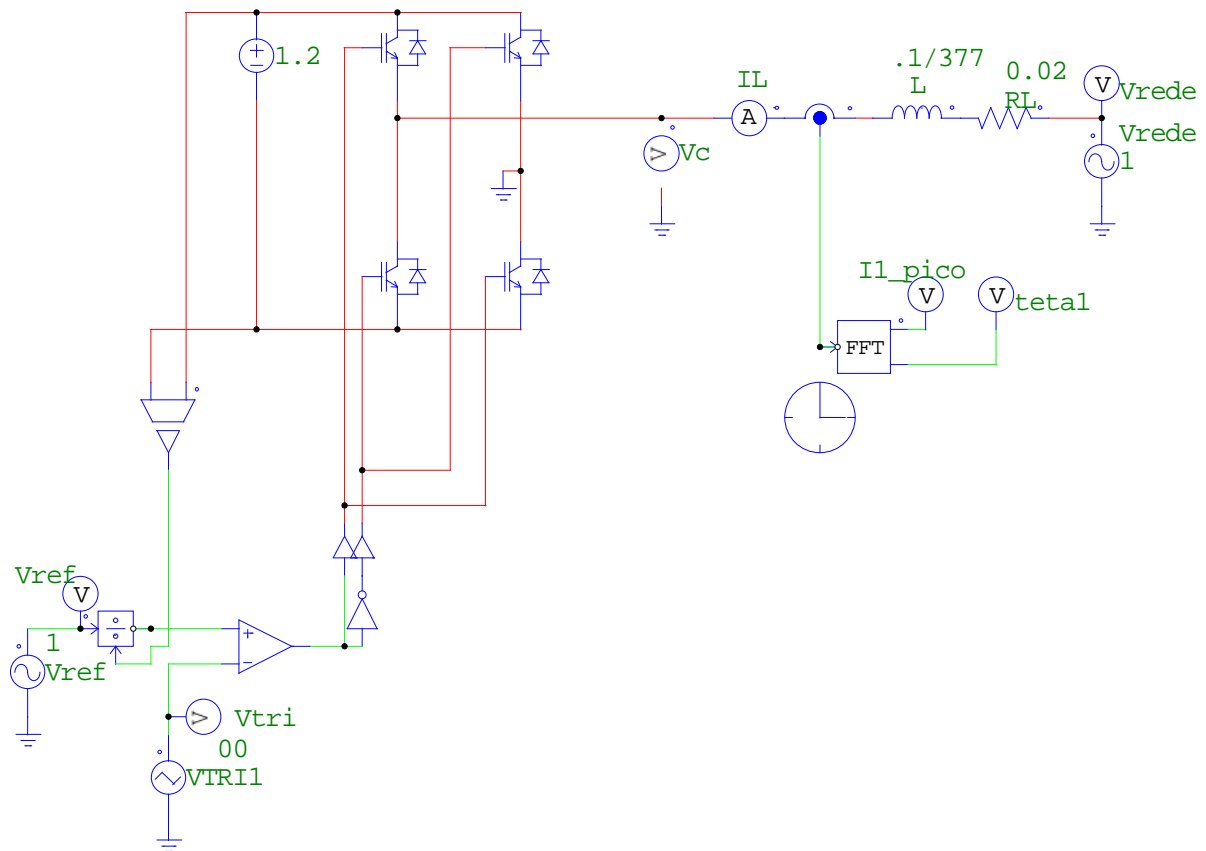

Figura 2: Gerador estático de reativos baseado em inversor PWM.
O condensador Síncrono tem como desvantagens seu volume, custo, seu tempo de resposta muito lento (devido à indutância de campo) e o fato de ser um sistema eletromecânico e exigir manutenção periódica. Seu princípio de funcionamento pode ser utilizado, substituindo-se a máquina síncrona por um inversor operando com modulação por largura de pulso, conforme indicado na figura 2.
- Analise o arquivo **exp8B-v22set2018.psimsch** (figura 2). Porque o conversor é diferente daquele visto na aula sobre inversores? Quais as diferenças? Pode-se dizer que seu comportamento é similar ao visto na aula sobre inversores? Porque o sinal de referência é dividido pela amplitude da tensão CC do conversor?
- Utilizando o arquivo **exp8B-v22set2018.psimsch** (figura 2), com $V_{rede_pico}=1pu$ e $X_s=0.1pu$, imponha $v_c(t)$ tal que a corrente seja capacitiva com amplitude de pico de $1pu$, plotando em uma única página três gráficos. O primeiro com a tensão na rede, a corrente na rede $i_L(t)$ e a tensão de referência $V_{ref}(t)$ do inversor. O segundo com a amplitude do componente fundamental da corrente $i_L(t)$ e o terceiro com o ângulo do componente fundamental de $i_L(t)$. Lembrar de impor uma resistência do indutor de valor $0.2X_s$. Utilizar frequência de chaveamento de $2400Hz$. Funcionou como esperado? Porque?